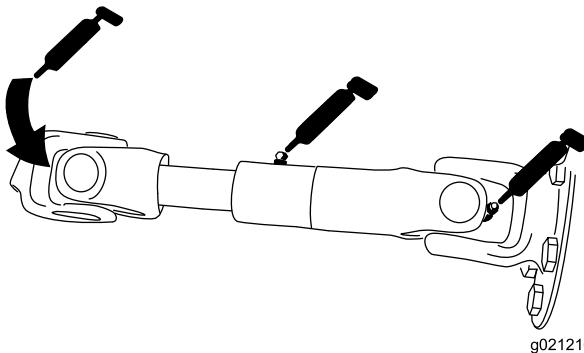

Figura 61
- Veio propulsor da bomba (3) (Figura 61)